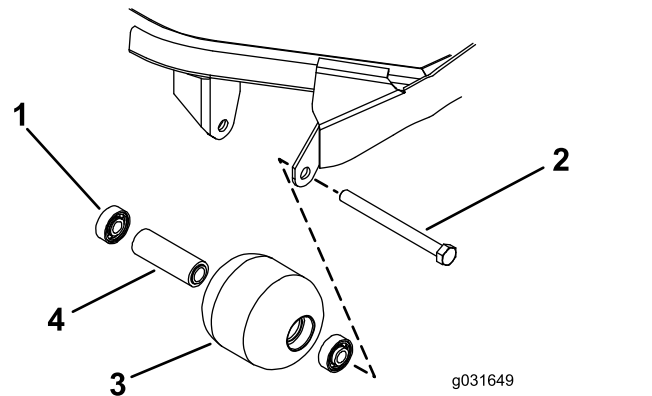

Bild 72
1. Entfernen Sie die Rollenbefestigungsschraube (**Bild 72**).
4. Prüfen Sie das Rollengehäuse, die Lager und das Distanzstück auf Beschädigungen (**Bild 72**).
Käfig oder gleichmäßig auf den inneren und äußeren Käfig drücken (Bild 72).
2. Setzen Sie ein Distanzstück ein (Bild 72).
3. Drücken Sie das zweite Lager in das Rollengehäuse, indem Sie nur auf den äußeren Käfig oder gleichmäßig auf den inneren und äußeren Käfig drücken, bis es auf dem Distanzstück aufliegt (Bild 72).